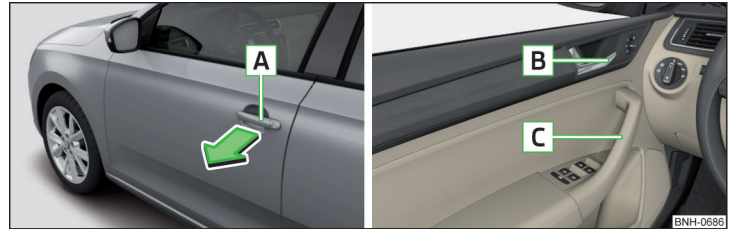

Abb. 46 Türgriff/Türöffnungshebel
- › Zum **Öffnen von außen** das Fahrzeug entriegeln und am Türgriff **A** in Pfeilrichtung ziehen » Abb. 46.